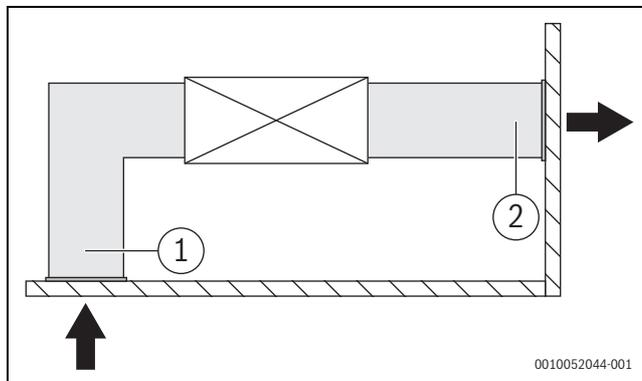

Fig. 27 Unitate de conductă cu cerințe de presiune statică
6. Racordați conducta de aer conform Fig. 27. Este necesară pregătirea la fața locului a tuturor componentelor cu excepția aparatului de aer condiționat.
#### Legendă Fig. 27: